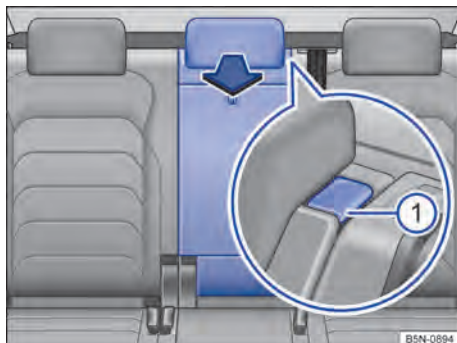

Fig. 185 No encosto do banco traseiro: abrir o dispositivo para transporte de objetos longos.
- Pressionar o botão de destravamento → Fig. 185 ① e rebater o dispositivo para transporte de objetos longos para frente → ⚠.
- Rebater o dispositivo para transporte de objetos longos para trás, e pressionar com firmeza a trava, até que ela se encaixe de forma segura → ⚠. A marcação vermelha no botão de destravamento → Fig. 185 ① não pode mais estar visível.